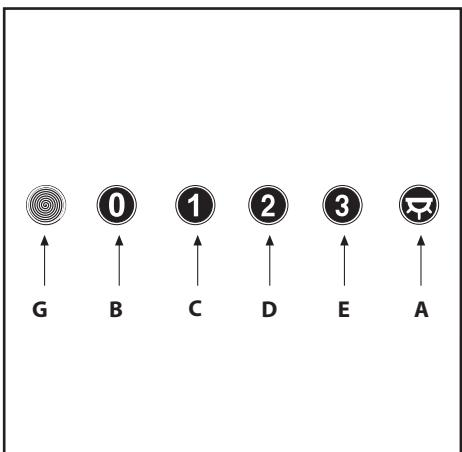

Fig.5
• **Kontroller:** (Fig.5) zijn de symbolen hieronder weergegeven: